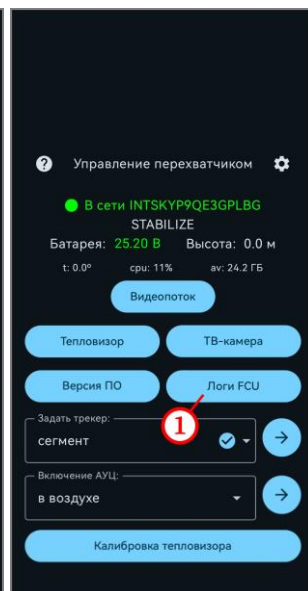

Рисунок 55
- нажать на кнопку «Логи FCU» (рисунок 55, шаг 1).